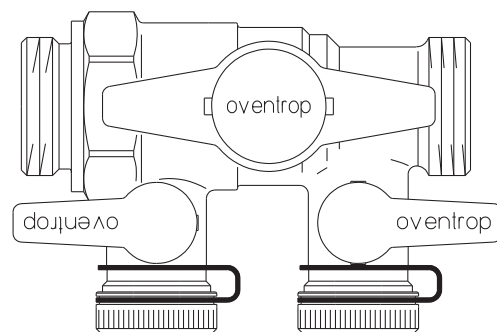

Bild 6: Befüll- und Spülmatur, OV-Art.-Nr. 136 30 51
- Befüll- und Spülmatur zum Einbau an der tiefsten Stelle des Solarkreislaufes (siehe Bild 6)